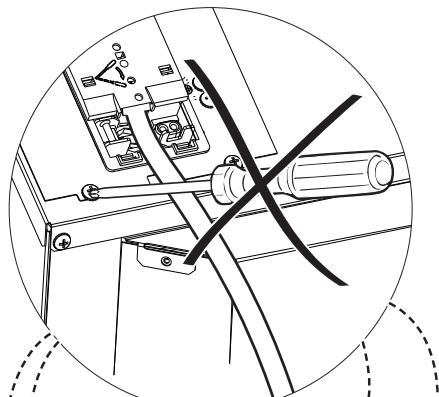

Fig. 2.1
- Sganciare il coperchio della morsettiera inserendo un cacciavite nei due agganci "A" (fig. 2.1).